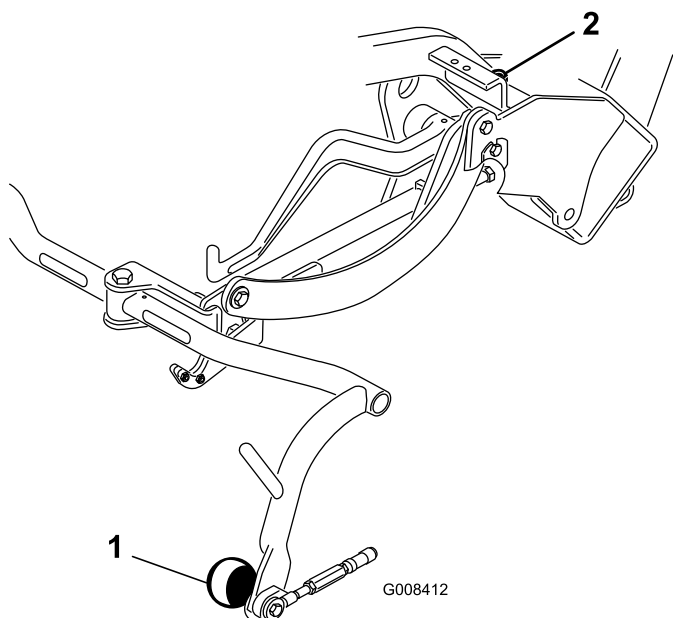

Figura 9
- Si necesita ajustar la distancia, afloje la contratuerca del tornillo del tope del bastidor de tiro (Figura 9) y gire el tornillo en uno u otro sentido para elevar o bajar el bastidor de tiro. Apriete la contratuerca para afianzar el ajuste.